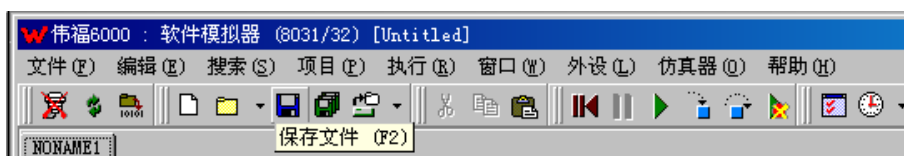

图 6.8 保存源程序文件
(2) 单击快捷工具栏中的“保存文件”图标  (或 F2 键)，在弹出的保存文件窗口中选定保存源程序的文件夹，并给定源程序文件名 (汇编语言源程序文件的扩展名为 “.ASM”)，单击“保存”按钮，如图 6.8 和 6.9 所示。